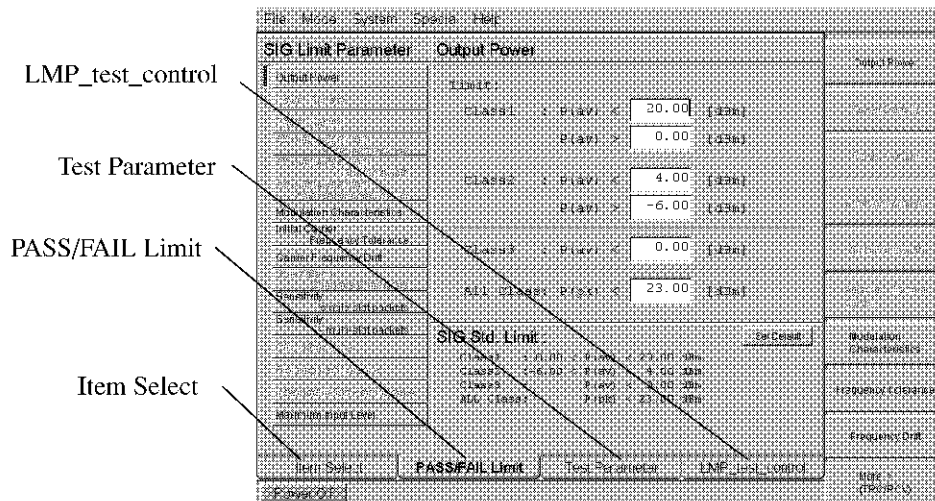

図 2-11 タブによる画面の切り替え表示例 1
1. 図 2-11 の **Item Select** タブをクリックします。